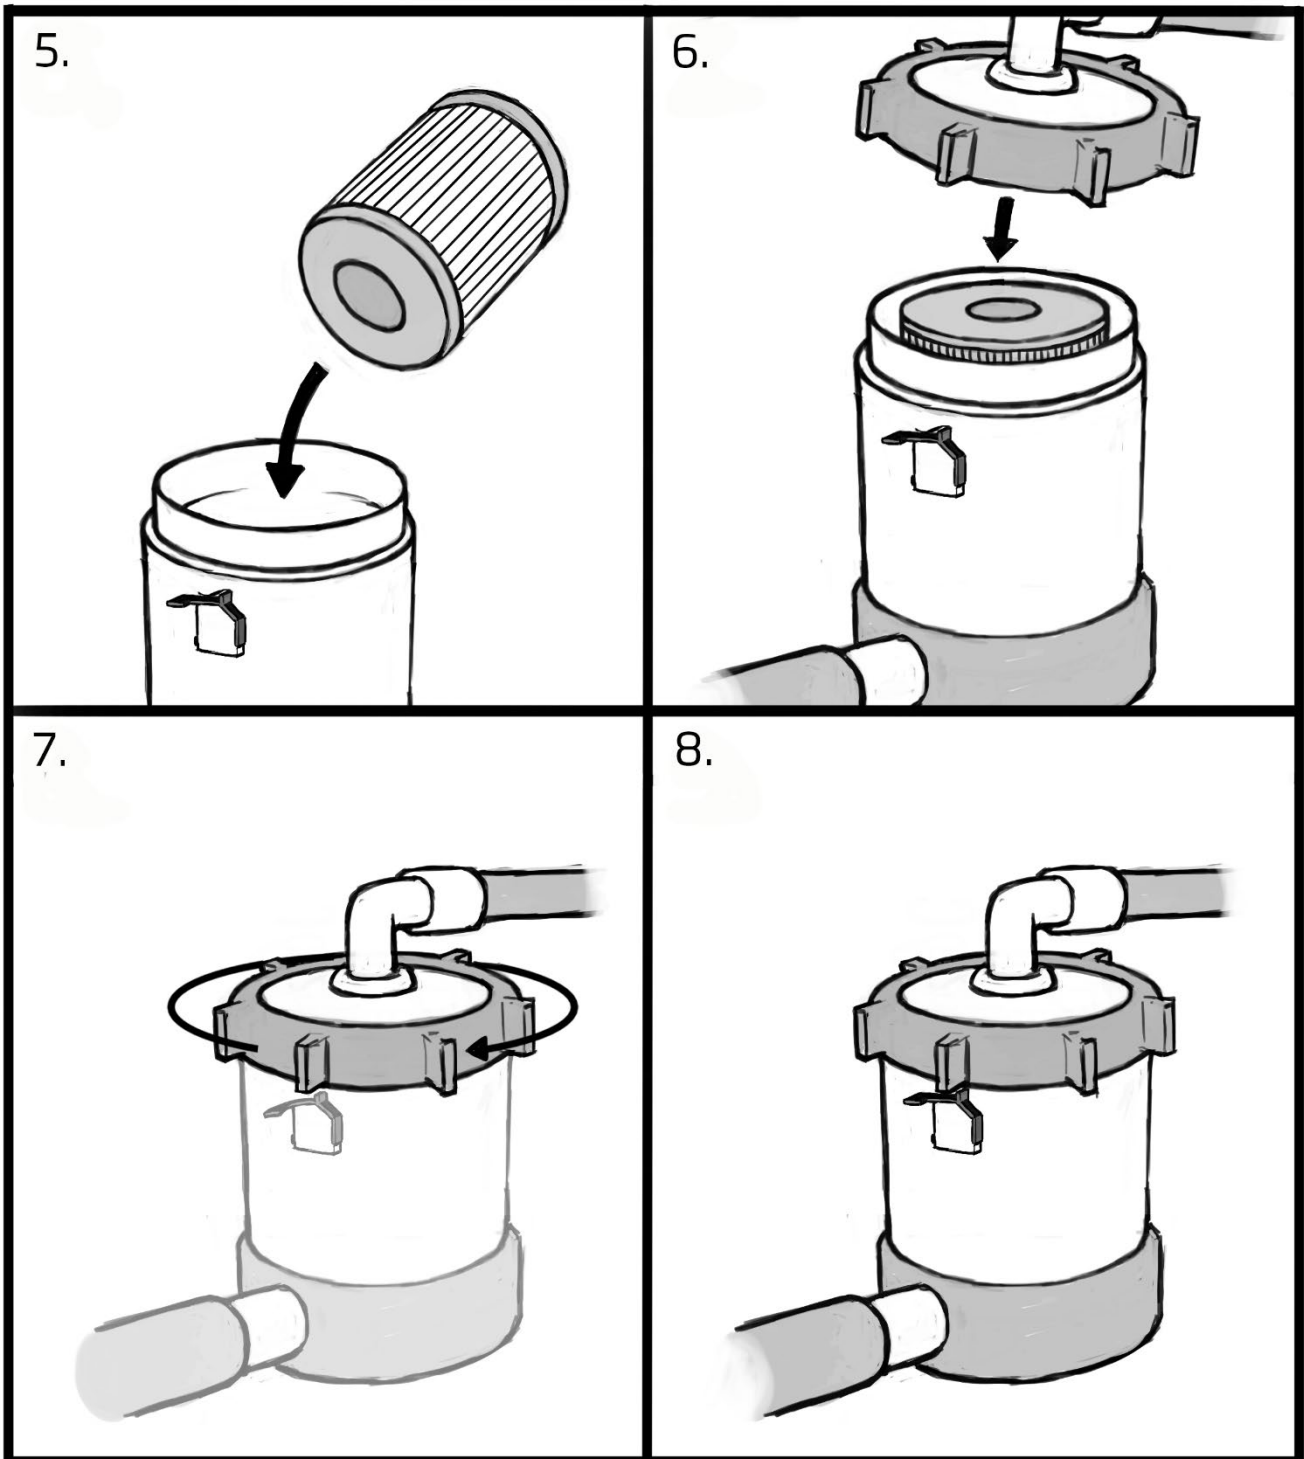

Afbeelding 7 - Wassen van de patroon
8. Verwijder en reinig de voorzeef van de pomp (Afbeelding 2 / Korf). Het beste resultaat wordt verkregen door de filterpatroon eerst onder stromend water voor te spoelen (afbeelding 7) en daarna de hele patroon ten minste 6 uur in een emmer met filterreinigingsmiddel "**BioCool Clean my pool filter**" te laten weken. Spoel de patroon daarna opnieuw. Laat de filterpatroon drogen voordat u hem weer terug op zijn plaats zet.
Om zeker te zijn van het beste resultaat bij het reinigen van de filterpatroon, wordt aangeraden hem eerst onder stromend water voor te spoelen (Afbeelding 7) en daarna de hele patroon ten minste 6 uur in een emmer met een tablet reinigingsmiddel "BioCool Clean my pool filter" te weken en daarna opnieuw de binnen- en buitenzijde onder stromend water te spoelen (Afbeelding 7).